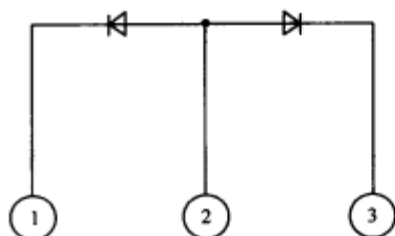

图 4-21 被测肖特基二极管的内部电路
(1)测量①、③脚正反向电阻值均为无穷大,说明这两个电极无单向导电性。
(2)黑表笔接①脚,红表笔接②脚,测得的阻值为无穷大;红、黑表笔对调后测得阻值为几欧,说明②、①两脚具有单向导电特性,且②脚为正,①脚为负。
(3)将黑表笔接③脚,红表笔接②脚,测得阻值为无穷大,调换红、黑表笔后测得阻值为几欧,说明②、③两脚具有单向导电特性,且②脚为正,③脚为负。
根据上述三步测量结果,可知被测管内部结构如图 4-21 所示。可见,该管为一只共阳对管,②脚为公共阳极,①、③脚为两个阴极。